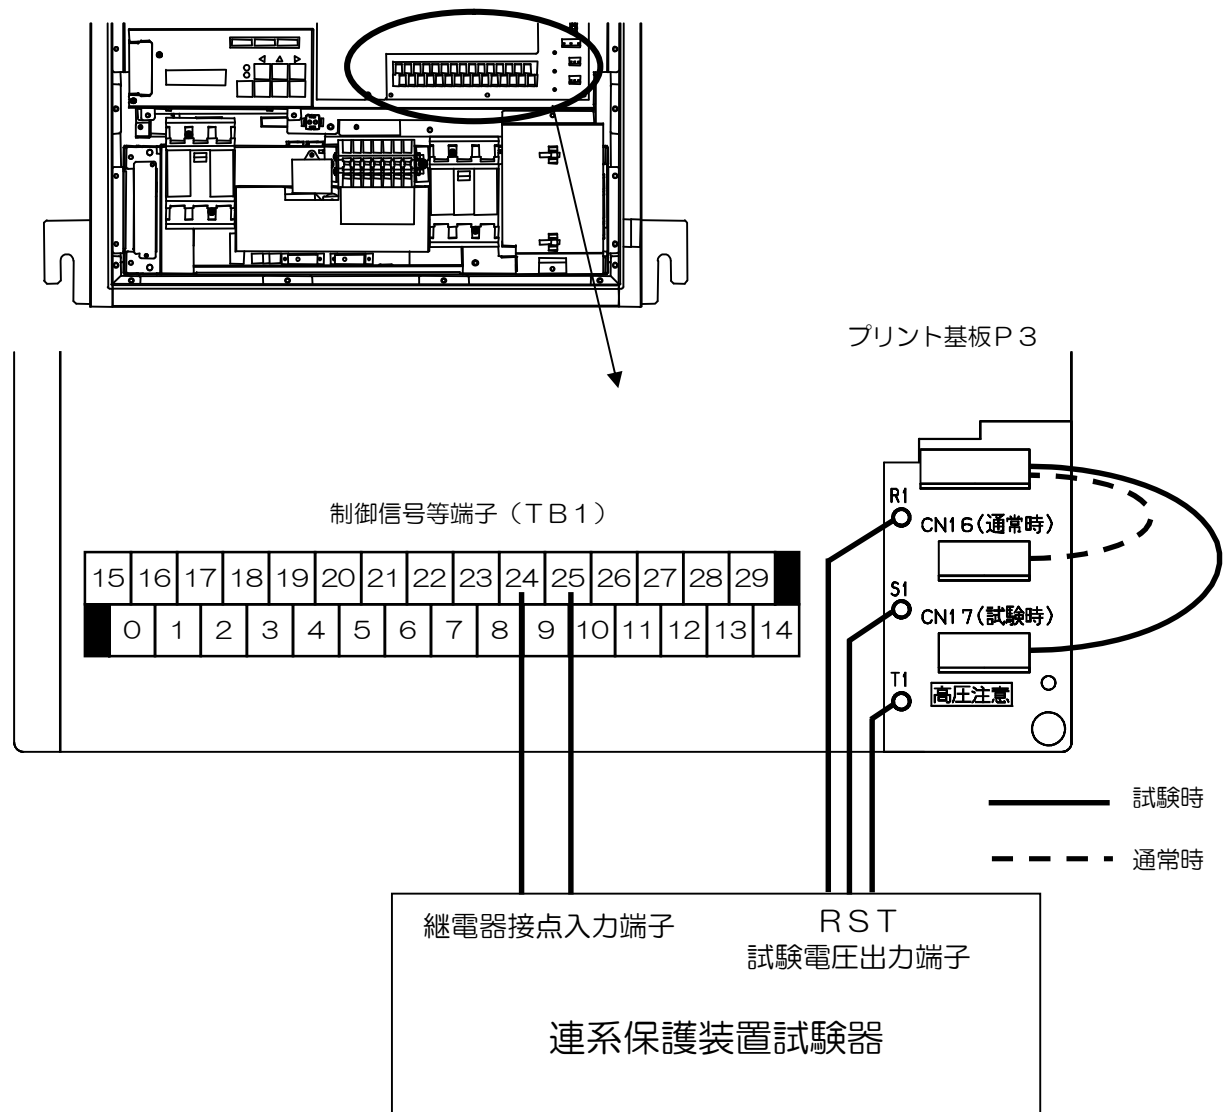

図11.1 コネクタの差し替えと連系保護装置試験器の接続
- ①操作器具の位置は § 5 「外観および各部名称」を参照しながら以下の操作を行ってください。
- ②運転または待機状態（「RUN」LEDが点灯または点滅）の場合は「RUN/STOP」スイッチを押して停止（「RUN」LEDが消灯）してください。
- ③「連系出力遮断器」（MCCB11）をOFFにしてください。
- ④「太陽電池入力開閉器」（MCCB51）をOFFにしてください。
- ⑤「断路器」（最大7回路）がOFFの場合は、太陽電池入力開閉器（MCCB51）がOFFであることを確認後、断路器をONしてください。
- ⑥「太陽電池入力開閉器」（MCCB51）をONにしてください。
- ⑦プリント基板P3上のCN16（通常時）側に接続されているコネクタを外し、CN17（試験時）側に差し替えてください（図11.1参照）。
- ⑧連系保護装置試験器の試験電圧出力端子R、S、Tをパワーコンディショナの試験端子R1、S1、T1に接続してください。また、継電器接点入力端子を制御信号等端子（TB1）の24、25にそれぞれ接続してください（図11.1参照）。
- ⑨連系保護機能試験用端子の定格電圧・電流を表11.1に示します。